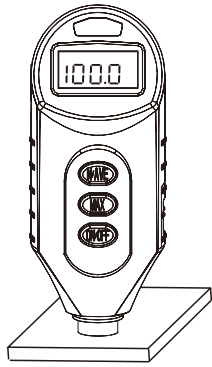

图16
- 非零点校准:将硬度计压足底面与平整的玻璃板完全解除,使压针伸出长度为零,此时屏幕硬度值应显示为100(见图16)。